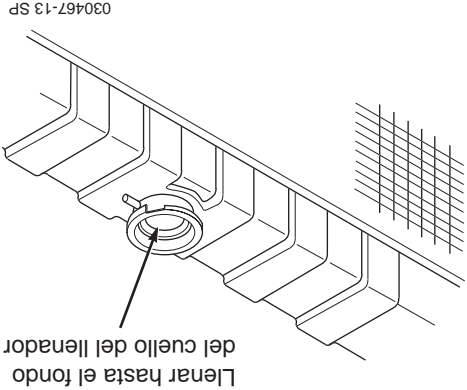

Figura 7-13 Nivel de refrigerante en el radiador
2. Revise visualmente el nivel del refrigerante. El nivel de relleno, como se muestra en la Figura 7-13, debe llegar hasta el fondo del orificio de refrigerante y agregue una mezcla de refrigerante y agua blanda, según sea necesario.